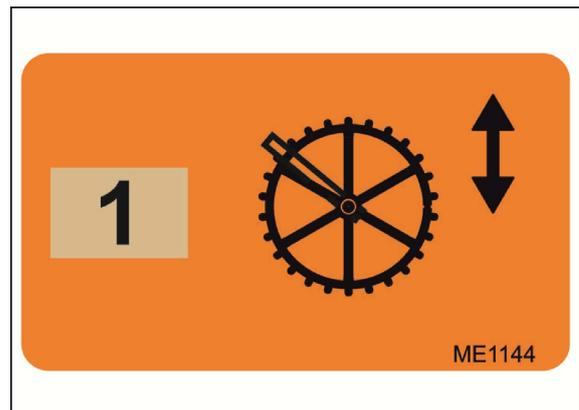
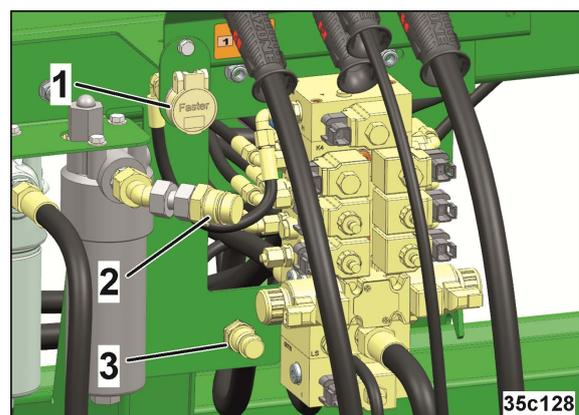

Fig. 39
Fig. 40
(1) ED xx00-2FC: en combinación con un accionamiento hidráulico del grupo de siembra debe alimentarse el retorno de la turbina del depósito frontal en el accionamiento del grupo (Fig. 40/2). Este no está libre de presión. En ese caso también se cuenta con una conexión adicional de pérdida de aceite (Fig. 40/3).
- Cilindro elevación de rueda estrellada (*natural*) (Fig. 39), solo con hidráulica estándar y confort
- Cilindro elevación de rueda estrellada (*natural*) (Fig. 39 en Fig. 40/1), solo para hidráulica profi
- Motor hidráulico de dosificación (*rojo*), (Fig. 40/2)
- Conexión de pérdida de aceite (*rojo*), (Fig. 40/3), en combinación con accionamiento hidráulico del grupo de siembra.